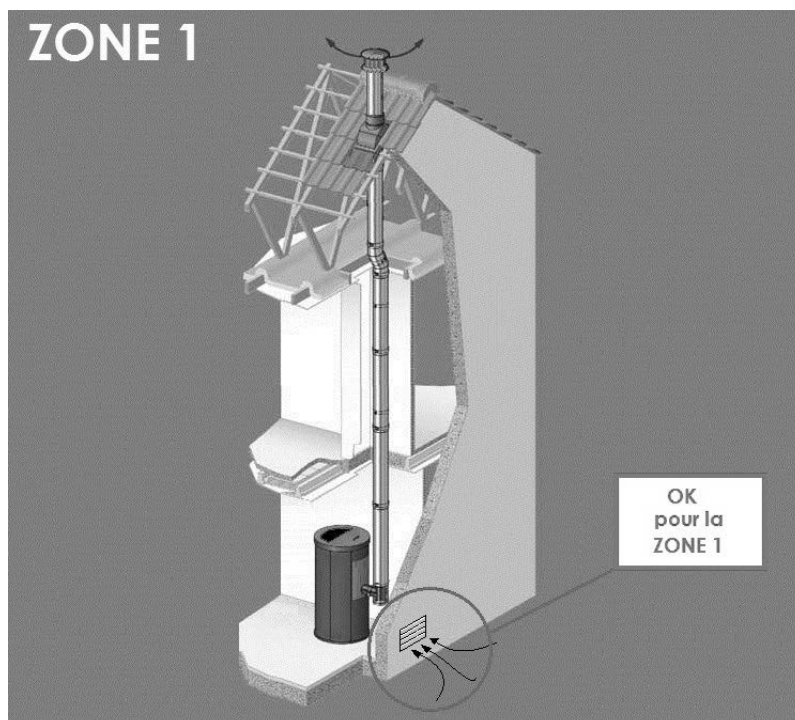

Fig. 8 - Installation possible pour tous les poêles (ZONE 1)
- L'afflux d'air entre l'extérieur et la pièce peut se produire directement, à travers une ouverture dans les murs extérieurs de la pièce (solution conseillée voir Fig. 8)